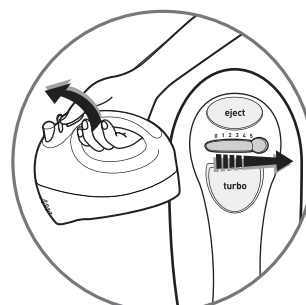

fig.2
- Запустите прибор с помощью переключателя скоростей (**A2**), (Рис.2), установите переключатель сначала на скорость **1**, затем на **2,3,4,5**. Если продукт требует более интенсивного перемешивания,